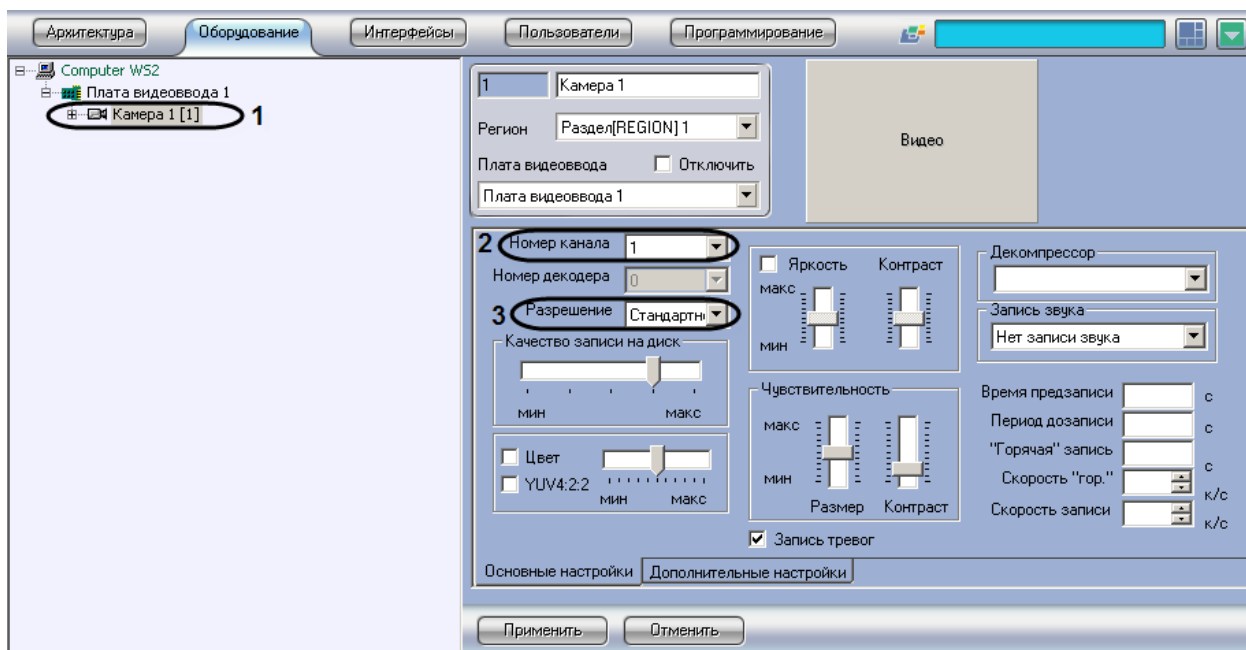

Рис. 3.1—7 Настройка объекта «Камера»
- 4.1. Из списка «Номер канала» (Рис. 3.1—7, 2) выбрать физический видеовход платы, к которому подключена видеокамера (см. раздел «Особенности настройки видеоподсистемы»).